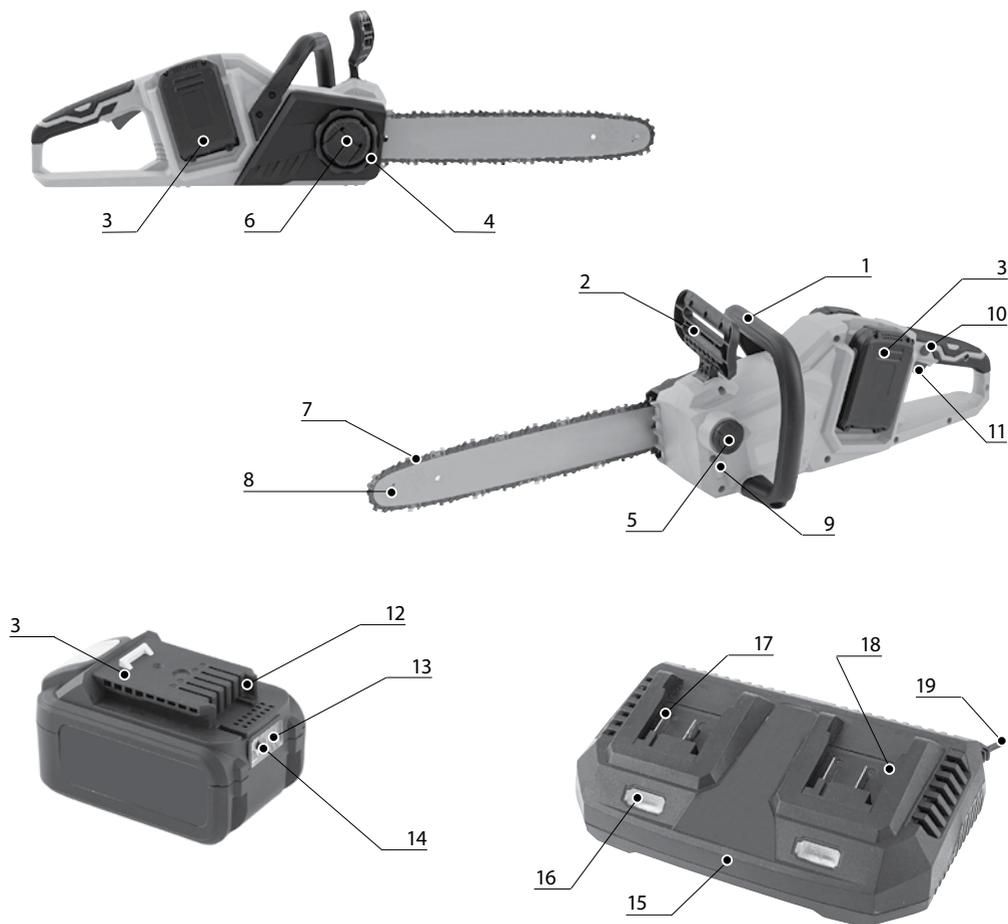

Рис. 3
2. Вытащите прижимную ручку 6 (рис. 3) и открутите защитный щиток (рис. 4).
Для запуска инструмента установите АКБ, нажмите кнопку блокировки 10 (рис. 3) и, не отпуская ее, нажмите на рычаг выключателя 11 (рис. 3). Для выключения устройства отпустите рычаг выключателя и отсоедините АКБ.